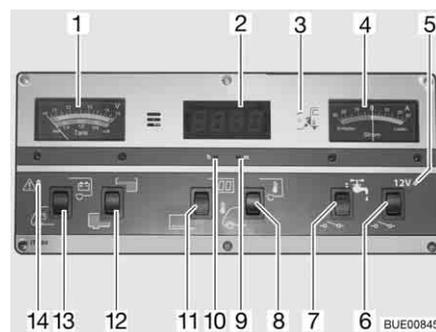

Fig. 152 Panneau de contrôle IT 994
Observer sur l'indicateur de charge/de niveau de réservoir (Fig. 152,1), la graduation supérieure. L'indicateur s'éclaire automatiquement dès qu'un commutateur est actionné.
- Commutateur à bascule (Fig. 152,13) vers le bas : La tension de la batterie de démarrage est affichée.
- Commutateur à bascule (Fig. 152,13) vers le haut : La tension de la batterie de cellule est affichée.
Observer sur l'indicateur de charge/de niveau de réservoir (Fig. 152,1) la graduation inférieure. L'indicateur s'éclaire automatiquement dès qu'un commutateur est actionné.
- Commutateur à bascule (Fig. 152,12) vers le haut : Le niveau du réservoir d'eau est affiché.
- Commutateur à bascule (Fig. 152,12) vers le bas : Le niveau du réservoir d'eaux usées est affiché.
Le voyant d'alerte rouge ALARME (Fig. 152,14) clignote dès que la charge de la batterie de cellule descend en dessous de 11 V (mesurée en marche) et qu'il y a risque de décharge profonde des batteries.
Mise en marche : ■ Commutateur à bascule (Fig. 152,11) vers le haut : L'affichage de l'horloge numérique est activé. L'affichage de température est en ordre de marche.
Mise hors service : ■ Commutateur à bascule (Fig. 152,11) vers le bas : L'affichage de l'horloge numérique et l'affichage de température sont désactivés.
Régler : ■ Appuyer avec un objet fin, p. ex. l'extrémité d'un stylo à bille, sur l'orifice pour l'affichage des heures (Fig. 152,10) jusqu'à ce que l'indication des heures souhaitée s'affiche.
■ Appuyer avec un objet fin, p. ex. l'extrémité d'un stylo à bille, sur l'orifice pour l'affichage des minutes (Fig. 152,9) jusqu'à ce que l'indication des minutes souhaitée s'affiche.
Affichages : ■ Commutateur à bascule (Fig. 152,8) vers le haut : La température intérieure s'affiche.
■ Commutateur à bascule (Fig. 152,8) vers le bas : La température extérieure s'affiche.
Cet indicateur (Fig. 152,4) permet de visualiser en permanence le flux de courant actuel de la batterie. L'indicateur s'éclaire automatiquement dès qu'un commutateur est actionné.
L'interrupteur principal 12 V (Fig. 152,6) établit ou coupe le panneau de contrôle et l'alimentation 12 V de la cellule.
Mise en marche : ■ Commutateur à bascule (Fig. 152,6) vers le haut : L'alimentation 12 V de la cellule est assurée. Le voyant de contrôle (Fig. 152,5) s'allume en vert.
Mise hors service : ■ Commutateur à bascule (Fig. 152,6) vers le bas : L'alimentation 12 V de la cellule est coupée. Le voyant de contrôle (Fig. 152,5) s'éteint.
Le voyant de contrôle 12 V (Fig. 152,5) s'allume dès que l'interrupteur principal 12 V (Fig. 152,6) est enclenché.
Le voyant de contrôle jaune 230 V (Fig. 152,3) s'allume si l'arrivée du bloc électrique est sous tension de réseau.
Mise en marche : ■ Commutateur à bascule (Fig. 152,7) vers le haut : L'alimentation en eau est activée.
Mise hors service : ■ Commutateur à bascule (Fig. 152,7) vers le bas : L'alimentation en eau est désactivée.